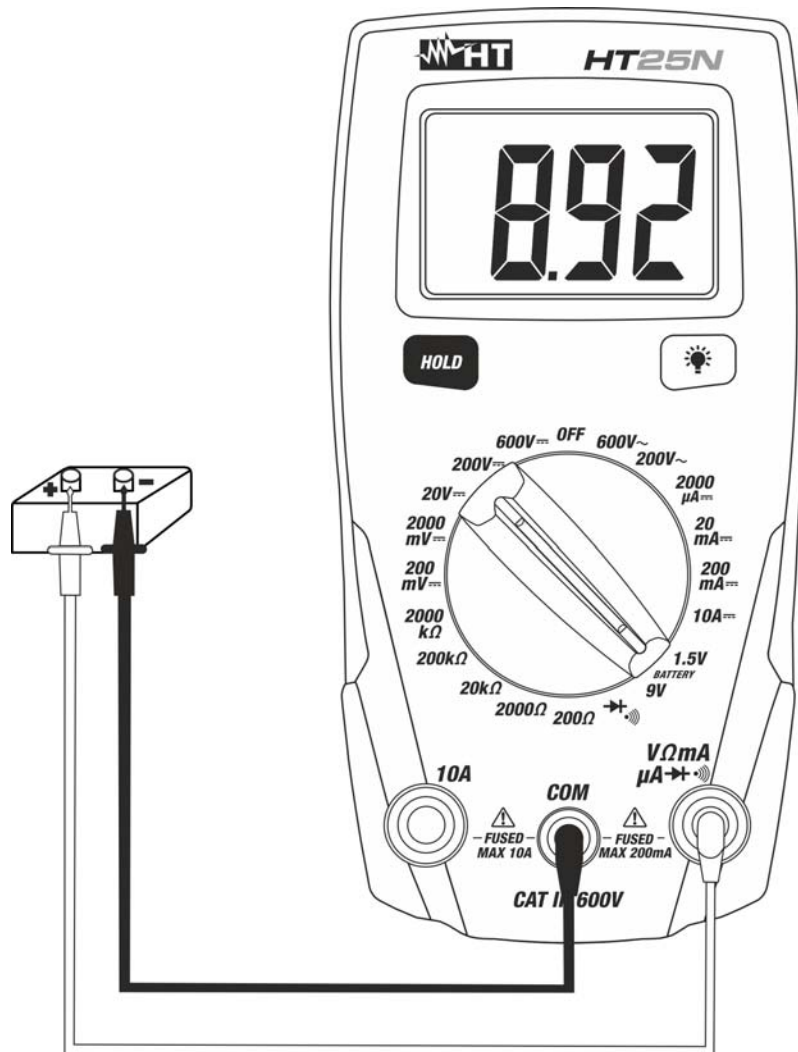

Fig. 7: Uso dello strumento per il test batterie
3. Posizionare il puntale rosso ed il puntale nero rispettivamente nel polo positivo e negativo della batteria in esame (vedere Fig. 7). Il valore della tensione di batteria è mostrato a display